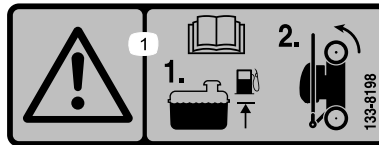

Figure 31
1. Vérifiez que le niveau de carburant dans le réservoir ne dépasse pas la limite recommandée par le constructeur du moteur; voir l'autocollant du constructeur apposé sur le moteur (Figure 31).